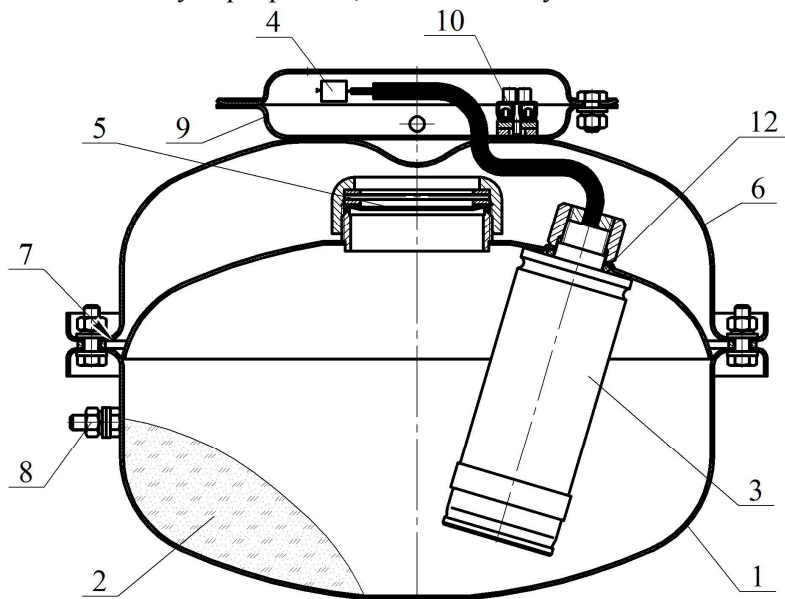

Рисунок 1
А.4.4.2 Закрепить кронштейн **12** (см. рисунок 1) на потолке или на стене. Координаты отверстий в кронштейне приведены на рисунке 4. При креплении МПП на стене необходимо предусмотреть, чтобы расстояние от потолочного перекрытия до теплового сенсора УСПАА-1 соответствовало требованиям раздела 13 СП 5.13130.2009.
4.1.1 МПП (см. рисунок 1) состоит из корпуса **1**, в котором размещаются огнетушащий порошок (далее по тексту - ОП) **2** и источник холодного газа (далее по тексту - ИХГ) **3** с элементом электропусковым **4**. Сопловое отверстие для выхода ОП из корпуса перекрыто мембраной **5**. Со стороны соплового отверстия корпус **1** соединен с отражателем **6**. Насадок - распылитель **7** для выхода ОП представляет щелевой зазор между корпусом **1** и отражателем **6**. Модуль имеет заземляющий зажим **8**. На отражателе установлен фланец **9**, в котором для соединения выводов элемента электропускового с вводной цепью пускового устройства расположен зажим контактный-винтовой **10**. МПП снабжен кронштейном **11** для крепления к потолочному перекрытию, стене или полу.
6.1.2 Закрепить кронштейн 11 (см. рисунок 1) на потолке, стене, полу или иной несущей поверхности. Координаты отверстий в кронштейне, предназначенном для крепления МПП, показаны на рисунке 3.